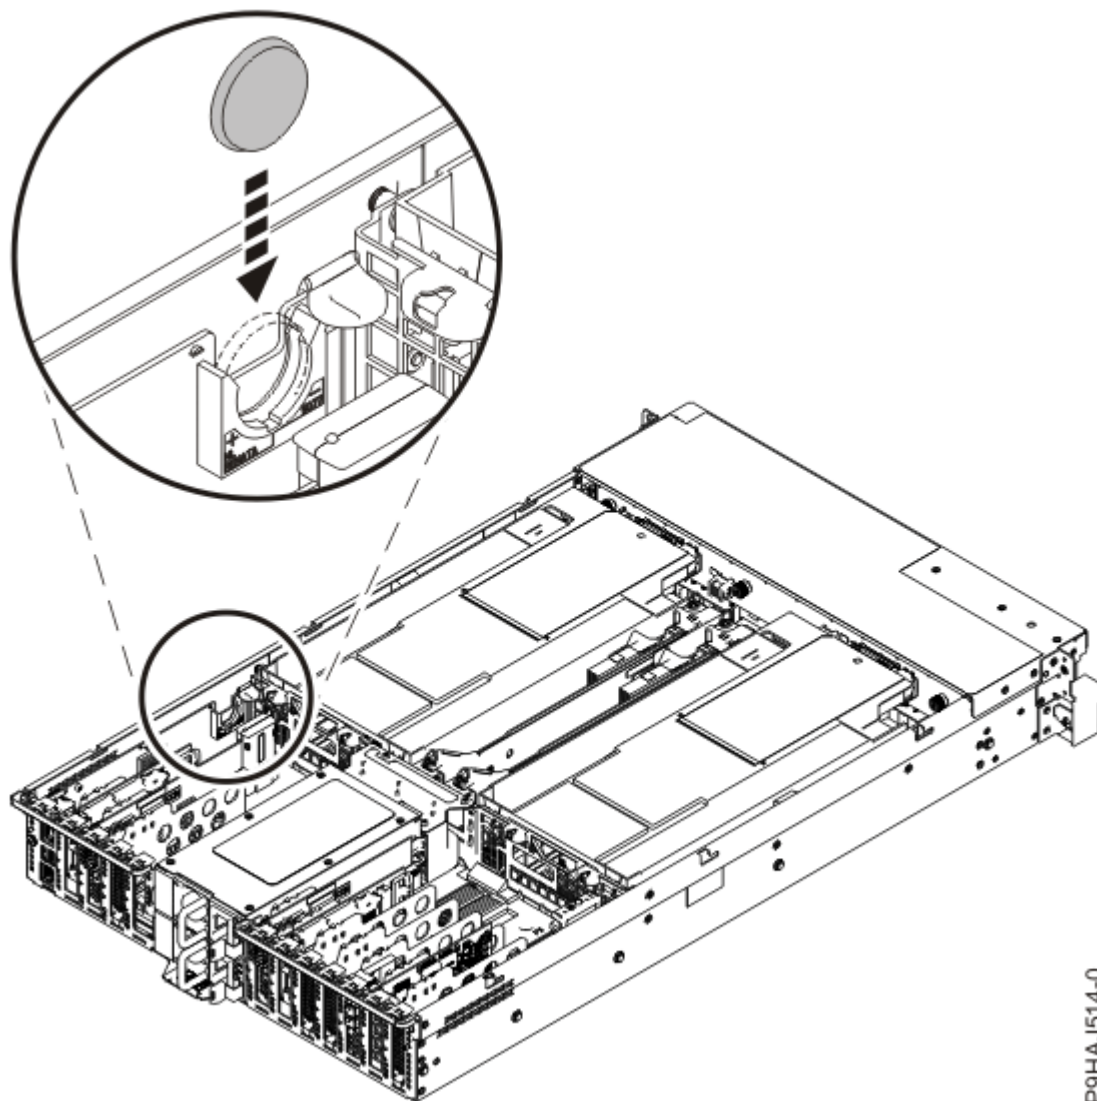

Figura 6. Inserción de la batería de hora del día
2. Inserte la batería de hora del día en su ranura de la ubicación P1-C1-E1 de la tarjeta del procesador de servicio, como se muestra en la Figura 6 en la página 9.